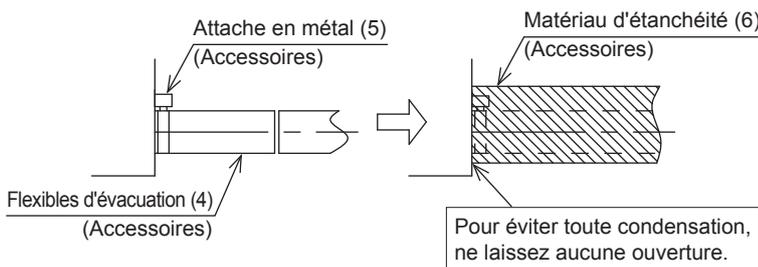

Fig. 6
- Veillez à utiliser le flexible d'évacuation (4) et l'attache métallique (5) fournis.
En outre, insérez le flexible d'évacuation (4) bien à fond dans la douille de drainage, et serrez l'attache métallique (5) à sa place à la base de la douille de drainage. **(Reportez-vous à la Fig. 6 et 8.)**
- Appliquez le matériau d'étanchéité (6) fourni sur l'attache métallique (5) dans le sens de la flèche en commençant à la base du flexible d'évacuation (4) pour appliquer l'isolant. **(Reportez-vous à la Fig. 6 et 8.)**